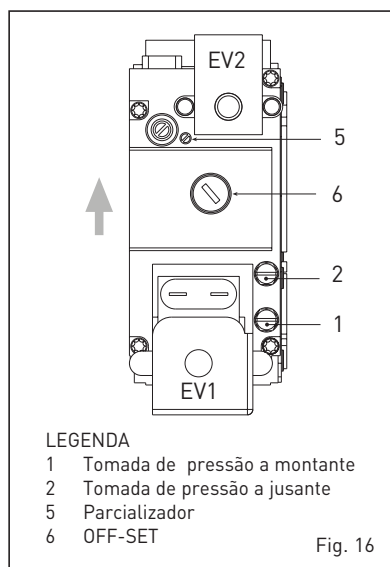

Fig. 16
4.1 VÁLVULA GÁS (fig. 16)
A caldeira é produzida em série com válvula de gás modelo SIT 822 NOVAMIX (fig. 16).
cializador (5 fig. 16):
- 5) Procurar os valores de CO₂ à potência min. a seguir indicados, agindo no parafusos de regulação OFF-SET (6 fig. 16):